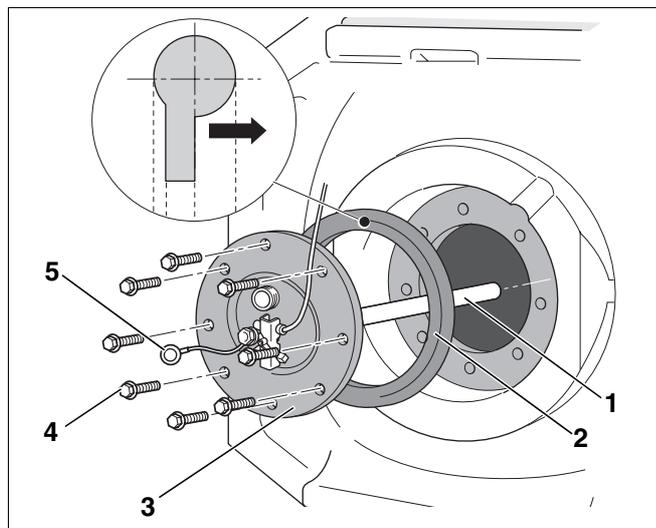

Рис. 18 Установка магниевых анода
- Установить магниевый анод (рис. 18, поз. 1) с крышкой смотрового люка. При этом следует обратить внимание на положение уплотнения: выдавленная надпись "Deckelseite" ("к крышке") должна прилегать к крышке люка для чистки.
- Мы рекомендуем при установке нового магниевых анода использовать новую крышку смотрового люка (рис. 18, поз. 2), чтобы избежать неплотностей в баке.
- Вручную закрутить болты (рис. 18, поз. 4) на крышке смотрового люка.
- Установить ушко заземляющего кабеля (рис. 18, поз. 5) вместе с болтом и зубчатой шайбой.
- При установке ушка заземляющего кабеля (рис. 18, поз. 5) с болтом на крышке смотрового люка необходимо обеспечить хорошую проводимость тока, чтобы не нарушить функцию магниевых анода.
- В заключение затянуть болты (рис. 18, поз. 4) гаечным ключом на три четверти оборота (соответствует рекомендуемому моменту затяжки 40 Нм).